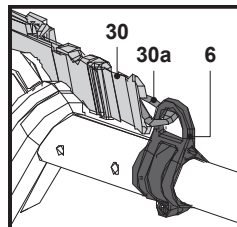

Fig. 22
4. Verrouiller le harnais (30) sur la boucle (6) à l'aide du clip de fixation (30a) (Fig. 22).